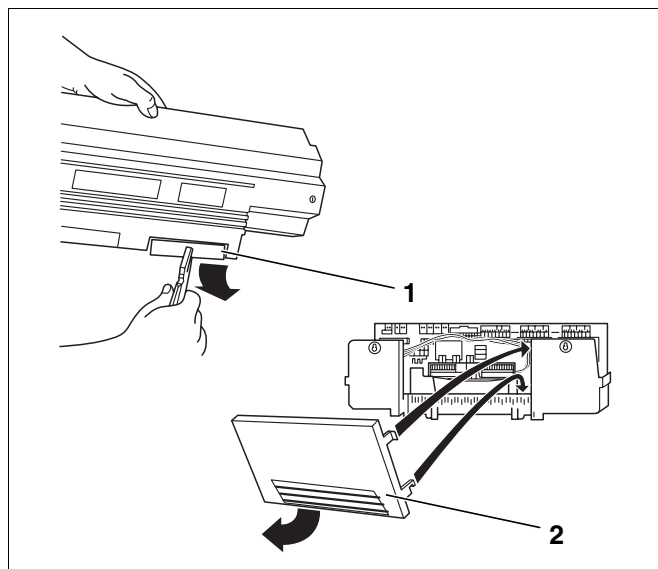

Fig. 35 Préparer le passage de câble
- Si nécessaire, défaites les parties détachables (fig. 35, **pos. 1**) dans la paroi arrière du passage de câbles (Logamatic 4xxx) et retirez l'élément de la paroi arrière (Logamatic 4xxx) (fig. 35, **pos. 2**).